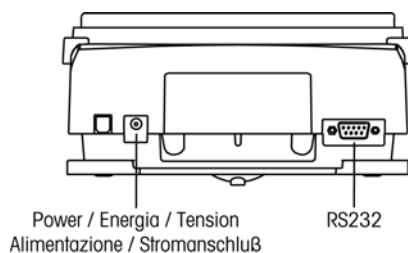

Figure 5 / Figura 5 / Figure 5 / Figura 5 / Abb 5
4. Pour les modèles PA, PAJ et Adventurer *Pro* : Connectez les câbles de RS232 et d'alimentation depuis l'affichage auxiliaire aux prises situées à l'arrière de la balance (Figure 5). Connectez ensuite le câble d'alimentation de l'adaptateur CA à la prise sur le câble d'alimentation de l'affichage auxiliaire. Remettez la balance sous tension.
4. Für PA-, PAJ- und Adventurer Pro-Modelle: Schließen Sie das RS232-Kabel und die Netzkabel von der Zusatzanzeige an die Buchsen auf der Rückseite der Waage an (Abb. 5). Anschließend verbinden Sie das Stromkabel vom Netzadapter mit der Buchse am Stromkabel der Zusatzanzeige. Schließen Sie die Waage wieder an der Stromversorgung an.